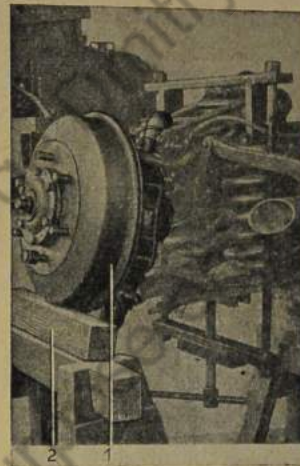

Bild 787: Antriebsgelenkgehäuse-Zusammenbau nach außen wegkippen und abstützen
9. Antriebsgelenkgehäuse - Zusammenbau abstützen gegen ungewolltes Abkippen (Bild 787).